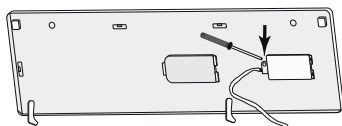

рис. 2
- Используя крестовую отвёртку, открутите винт крепления дисплея отображения температуры и снимите дисплей с лицевой панели (рис. 2).